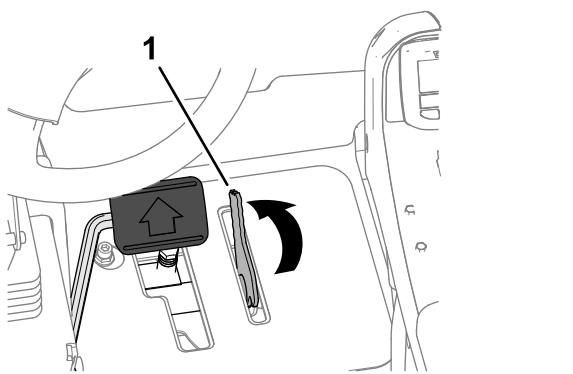

Figura 36
3. Utilice el pie para mover la palanca del limitador de la velocidad de siega hacia adelante a la posición de SIEGA (Figura 36).